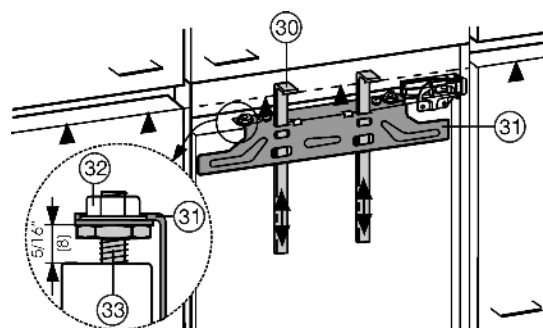

Fig. 21
- ▶ Montagehulpstukken Fig. 21 (30) op kastdeurhoogte omhoog schuiven. Onderste aanslagkant ▲ van het montagehulpstuk = onderkant van de aan te brengen kastdeur.
- ▶ Bevestigingsdwarsstrip Fig. 21 (31) via de contraoeren Fig. 21 (32) losdraaien.